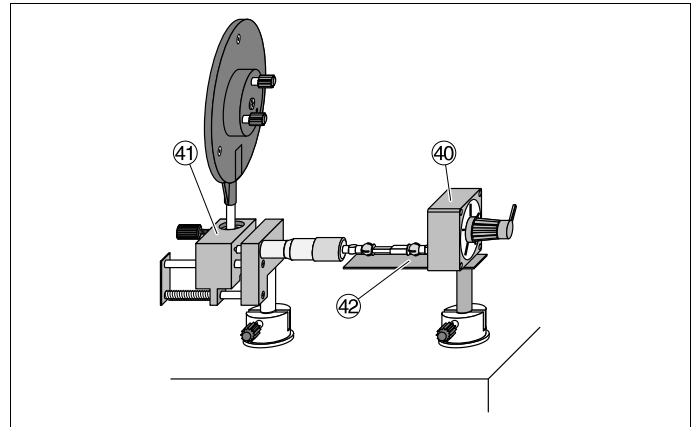

Fig. 19
Verschiebeanordnung ④ und Tisch ④ jeweils in einem Haftmagnet-Fuß (471 86) befestigen. Oberflächen-Planspiegel (471 87) in der senkrechten Einspannmöglichkeit der Verschiebeanordnung fixieren (s. Fig. 19).
Mount the displacement assembly ④ and gear base ④ on one magnetic lens base (471 86) each. Attach the front-silvered plane mirror (471 87) in the vertical holder of the displacement assembly (see Fig. 19).